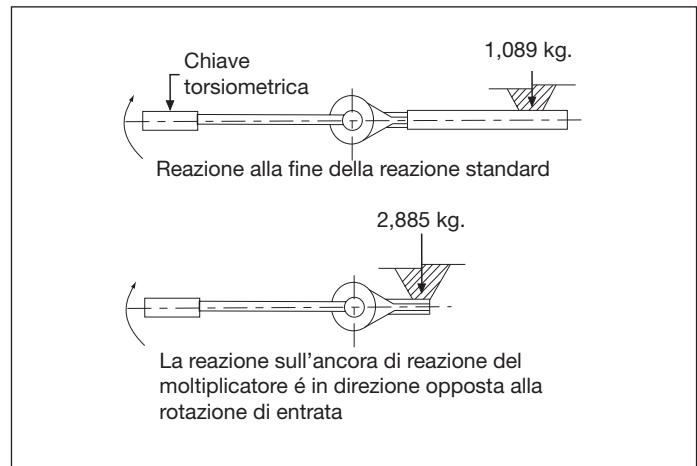
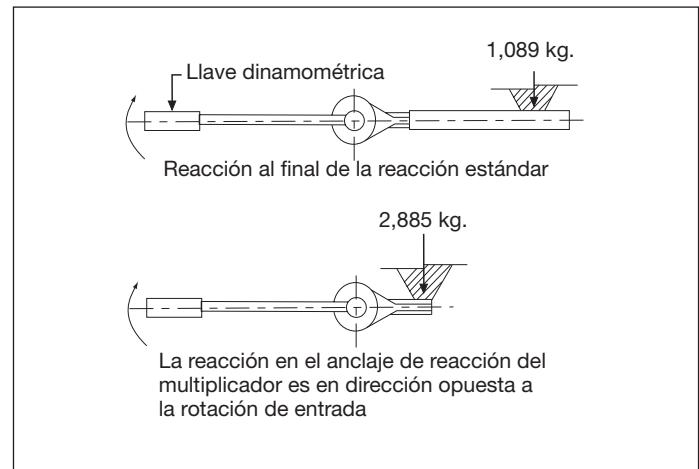

**Figura 3, Dettaglio estremità di entrata (mostrata la serie per rotazione oraria)**
**Fig. 3, Detalle de extremo de entrada (se muestra para rotación en sentido antihorario)**
**AVVISO:** Impedire un rilascio improvviso della coppia, regolare la posizione neutra della vite di regolazione (Figura 3, voce 2) a filo con la parte superiore dell'involucro, quando viene azionato MANUALMENTE il moltiplicatore. Il dente di arresto del selettore (Figura 3, voce 3) deve funzionare liberamente anche nelle posizioni CW e CCW. Se non è correttamente regolato potrebbe derivarne il ferimento delle persone.
1. Quando si usa un'entrata azionata da energia, bloccare il dente di arresto del selettori nella posizione neutra, usando la vite di regolazione della posizione neutra (Figura 3, voce 2).
Il dente di arresto del selettore (Figura 3, voce 3) deve essere regolato in posizione neutra e la vite di regolazione della posizione neutra (Figura 3, voce 3) deve essere stretta per bloccare il dente di arresto del selettore per il funzionamento dell'unità di potenza. Esso controlla la direzione di rotazione del moltiplicatore di coppia per un'entrata applicata manualmente. (Non disponibile per i modelli E290+, E291, E3919). Non usare la chiave a percussione per la trasmissione di potenza, perché ne risulterebbe danneggiato il treno di trasmissione di potenza del moltiplicatore.
- Regolare la direzione desiderata di rotazione spingendo il dente di arresto del selettore (Figura 3, voce 3) nella direzione indicata dalle lettere e dalle frecce direzionali stampigliate sull'estremità di entrata della scatola (Figura 3, voce 1). ESEMPIO: "CCW" per la rotazione anti-oraria, spingere il dente di arresto fino alla fine della corsa nella direzione mostrata dalla freccia "CCW". Per la rotazione oraria, spingere il dente nella direzione opposta "CW" (Non disponibile per i modelli E290+, E291, E391).
**Modelli anti-gioco:** usando una chiave torsiometrica, applicare un sufficiente momento di entrata per rilasciare in meccanismo interno anti-gioco, mantenere il momento di entrata e spingere il dente di arresto del selettore (Figura 3, voce 3) nella direzione opposta (ESEMPIO: il dente di arresto in posizione "CW" richiede il risettaggio alla posizione "CCW"). Rilasciare lentamente il momento di entrata. (Non disponibile per i modelli E290+, E291, o E391).
Usare un azionamento di potenza approvato senza percussione con i modelli (E391, E392, E393, E492, E493, E494 oppure E495 soltanto). Bloccare il dente di arresto del selettore nella posizione Neutra centrando tra le posizioni "CW" e "CCW" e stringendo la vite di regolazione (Figura 3, voce 2).
**ADVERTENCIA:** Evitar la liberación accidental del par. Ajustar el tornillo de ajuste de posición neutral (Figura 3, elemento 2) para que quede al ras con la parte superior de la carcasa cada vez que el multiplicador de par se opere MANUALMENTE. El retén selector (Fig. 3, elemento 3) también deberá funcionar libremente en las posiciones en sentido horario y sentido antihorario. Si no se ajusta adecuadamente podrían ocurrir daños personales.
1. Al utilizar una entrada ELÉCTRICA, bloquear el retén selector en la posición neutral utilizando un tornillo de ajuste de posición neutral (Fig. 3, elemento 2).
El retén selector (Fig. 3, elemento 3) deberá ajustarse en posición neutral y el tornillo de ajuste de posición neutral (Fig. 3, elemento 3) deberá ajustarse para bloquear el retén selector para el funcionamiento de la unidad motriz. Controla la dirección de rotación del multiplicador de par para una entrada manual. (No disponible en los modelos E290+, E291, E391). No utilizar llaves de impacto para el accionamiento motriz ya que podrían ocasionarse daños al tren de fuerza del multiplicador.
- Ajustar la dirección de rotación deseada al desplazar el retén selector (Fig. 3, elemento 3) en la dirección indicada con las letras y las flechas de dirección que están marcadas en la caja del extremo de salida (Fig. 3, elemento 1). EJEMPLO: "CCW" para rotación en dirección antihoraria, desplazar el retén al extremo del recorrido en la dirección que muestra la flecha "CCW". Para rotación en sentido horario, desplazar el retén a la dirección "CW" opuesta. (No disponible en los modelos E290+, E291, E391).
**Modelos anti-contrapresión:** con una llave dinamométrica, aplicar suficiente par de entrada para disparar el dispositivo interno anti-contrapresión; mantener el par de entrada y desplazar el retén selector (Fig. 3, elemento 3) a la posición contraria. (EJEMPLO: un retén ajustado en la posición "CW" requiere ajustarse a la posición "CCW"). Lentamente disminuya el par de entrada. (No disponible en los modelos E290+, E291 o E391).
**Bloquear el retén selector en la posición neutral** al centralarlo entre las posiciones "CW" y "CCW" y ajustar el tornillo de ajuste (Fig. 3, elemento 2).